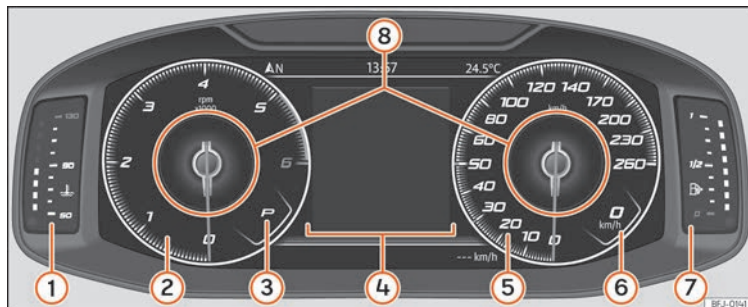

Fig.118 SEAT Digital Cockpit sur le tableau de bord (vue classique).
La *Vue Classique* et les *Semicircular watches* offrent la possibilité de personnaliser les informations figurant dans les **Profils d'information** » **fig. 118 ⑧**.
Les aiguilles du compte-tours et du tachymètre sont affichées en entier » **fig. 118**.